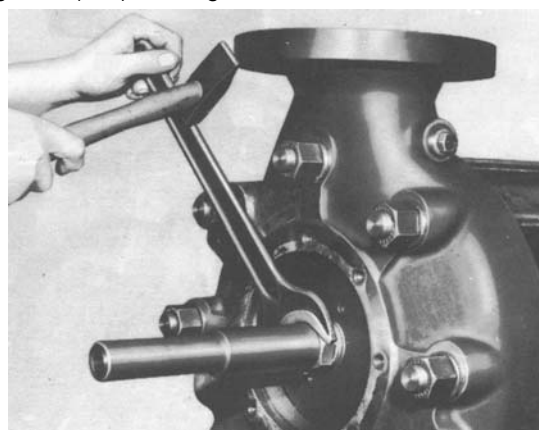

Figura 33 – Afrouxamento da luva protetora do eixo
- Travar a outra extremidade do eixo usando a chaveta (940.1) e dispositivo de trava do eixo. Afrouxar a luva protetora do eixo (524.2) e extraí-la juntamente com o o-ring (412.4) vide Figura 33.